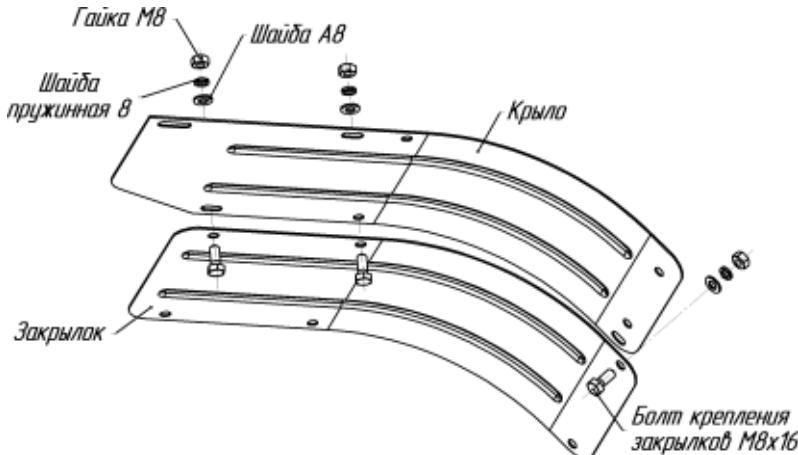

Рис.11 Схема крепления закрылков
закреплены с помощью исправного стандартного инструмента (рис.11).
10. При работе с фрезами-культиваторами необходимо установить закрылки (рис.11).